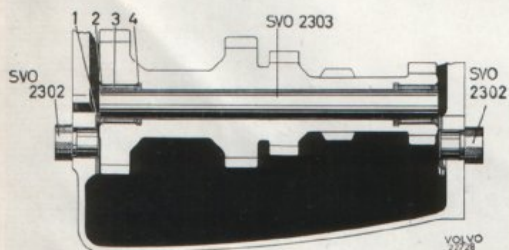

Bild 30. Montering av mellanhjul.
3. Fäst brickorna vid huset med t.ex. fett. Styr upp dem med dornar SVO 2302, se bild 30. Lägg ned mellanhjulet i botten på huset.